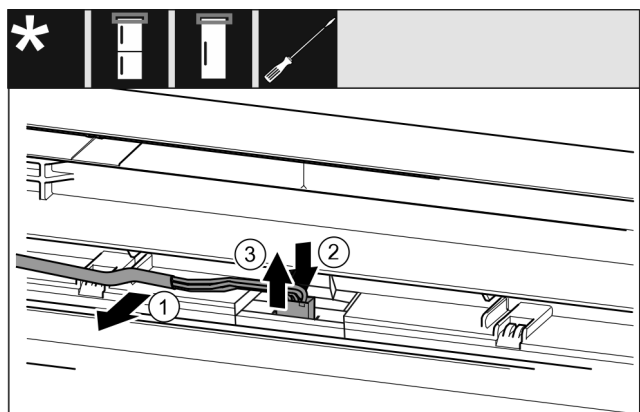

Fig. 9 Kühl-/Gefrierkombinationen / Gefriergeräte / Kühlgeräte
- Kabel Fig. 9 (1) vorsichtig aus der Führung in der Tür lösen.
- Lasche Fig. 9 (2) hinter dem Stecker nach hinten drücken.
- Stecker Fig. 9 (3) vorsichtig nach oben herausziehen.